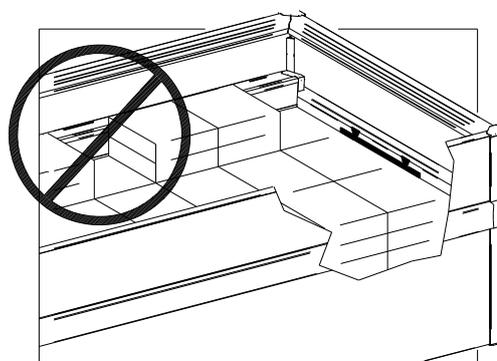

FIG. 13
- Non superare mai la linea di carico massimo riportata all'interno dell'isola (FIG. 13).
- Non ostruire le feritoie di distribuzione del freddo che garantiscono il corretto flusso dell'aria (FIG. 13).